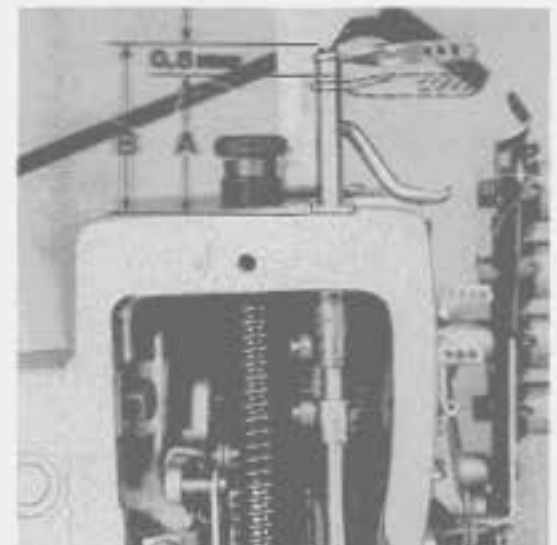
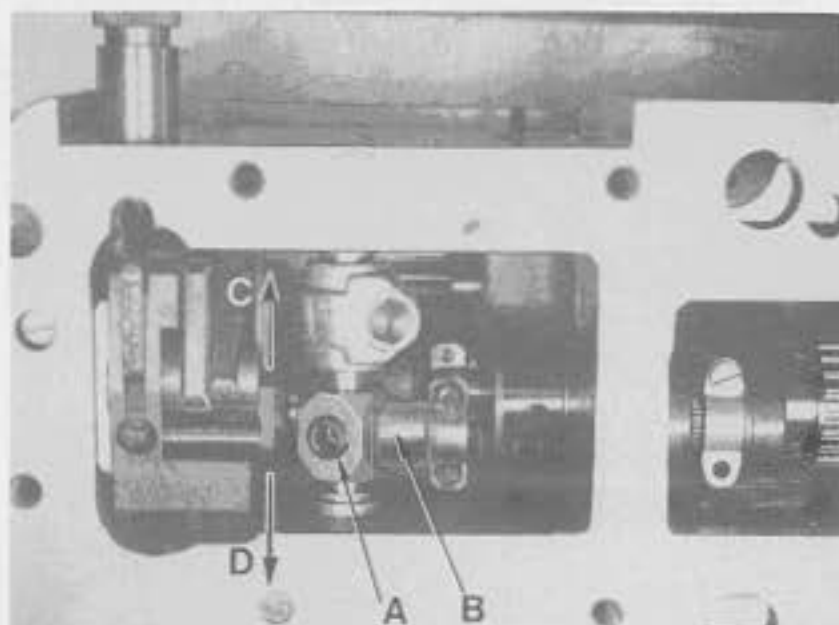

Fig.67
Fig.68
3. Measure dimension "A", Fig. 67 with a slide rule and note it.
6. Measure dimension "B", Fig. 67.
The machine is synchronized correctly if dimension "B" is 0,8 - 1 mm (.032-.040 in.) larger than dimension "A" (see Fig. 67).
2. Loosen screw (A, Fig. 68).
3. If the difference between dimension "A" and dimension "B" (Fig. 67) is less than 0,8 - 1 mm (.032-.040 in.), lever (B, Fig. 68) must be moved in the direction of the arrow towards "D".
3. Messen Sie mit einer Schieblehre das Maß "A", Fig. 67 und merken Sie es sich.
6. Messen Sie das Maß "B", Fig. 67.
Ist das Maß "B" um 0,8 - 1 mm größer als das Maß "A", ist die Maschine richtig synchronisiert (siehe Fig. 67).
2. Lösen Sie die Schraube (A, Fig. 68).
3. Ist der Unterschied zwischen Maß "A" und Maß "B" (Fig. 67) kleiner als 0,8 - 1 mm muß der Hebel (B, Fig. 68) in Pfeilrichtung nach "D" verschoben werden. Ist der Unterschied größer als 0,8 - 1 mm muß der Hebel (B) in Pfeilrichtung nach "C" verschoben werden.